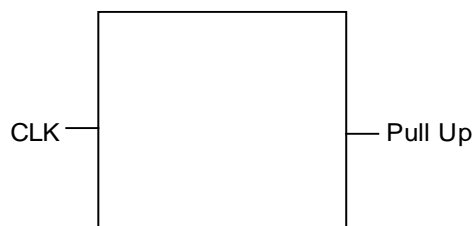

図 8-5 プルアップピン、プルダウンピン配置例 1
- a) 高速入力信号ピン（クロック入力ピン等）からなるべく離して配置して下さい。（図 8-5）